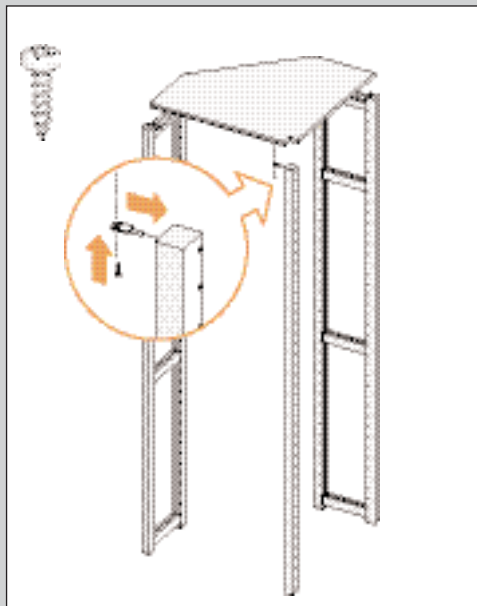

ABBILDUNG 20
3. Halten Sie den Eckständer gegen den oberen Eckboden (Abb. 20).
4. Drehen Sie den Auflagbeschlag in Höhe des oberen Eckbodens in den Eckständer und befestigen Sie ihn mit einer Schraube (siehe Abb. 20).